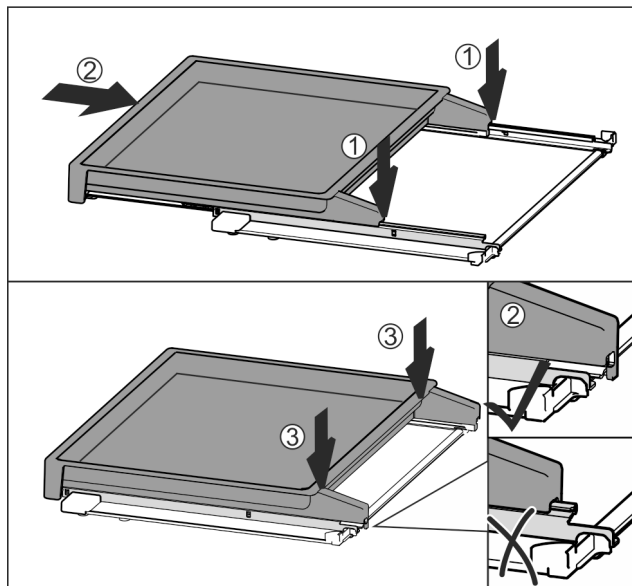

Fig. 41
- ▶ Appoggiare centralmente sulle guide Fig. 41 (1).
- ▶ Spingere completamente il ripiano estraibile Fig. 41 (2).
- ▶ Premere sul lato posteriore fino ad avvertire l'innesto Fig. 41 (3).